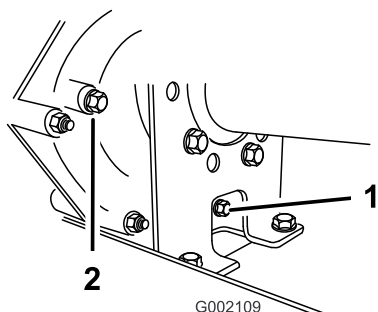
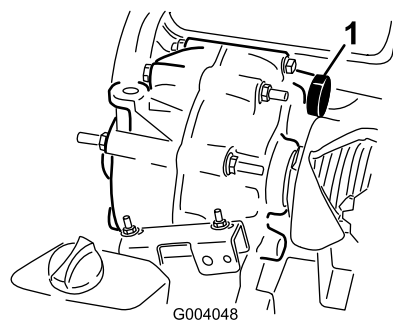

Рисунок 57
Рисунок 58
2. Тщательно протрите места вокруг пробок заливного и сливного отверстий ветошью (Рисунок 57).
4. Снимите пробку заливного отверстия, повернув ее против часовой стрелки (Рисунок 57).
5. Снимите пробку заливного отверстия, повернув ее против часовой стрелки (Рисунок 57).
6. Установите и затяните пробку сливного отверстия с прокладкой в сливное отверстие трансмиссии (Рисунок 57).
7. Долейте в бак (Рисунок 58) через заливное отверстие приблизительно 1,4 л масла указанного типа или пока уровень масла в трансмиссии не станет на уровне нижней части резьбы. (Рисунок 57).
8. Установите и затяните пробку заливного отверстия с прокладкой в заливное отверстие трансмиссии (Рисунок 57).
10. Проверьте уровень масла и долейте его, если уровень масла ниже нижней части резьбы заливного отверстия (Рисунок 57).